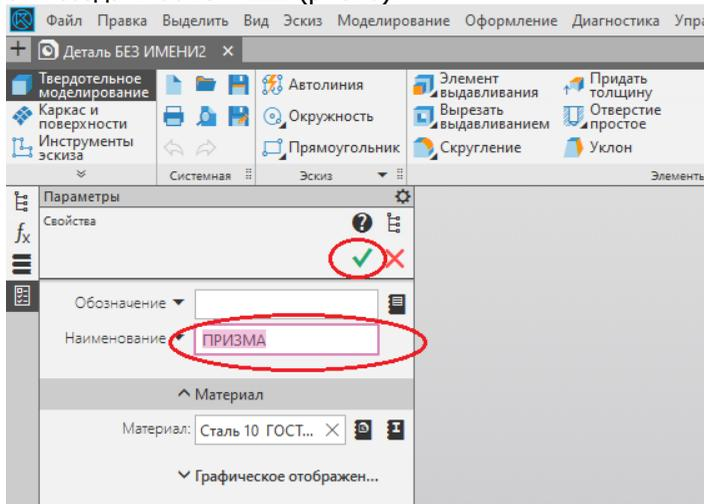

Рис. 6.
3. В главном окне КОМПАС-3D появится окно документа с Деревом модели и названием новой детали (модели) — Деталь. Целесообразно переименовать название детали в соответствии с разрабатываемым типом детали (например, Призма). Для этого нужно дважды нажать на Деталь и появившемся окне написать ПРИЗМА и нажать создать объект  (рис. 6).